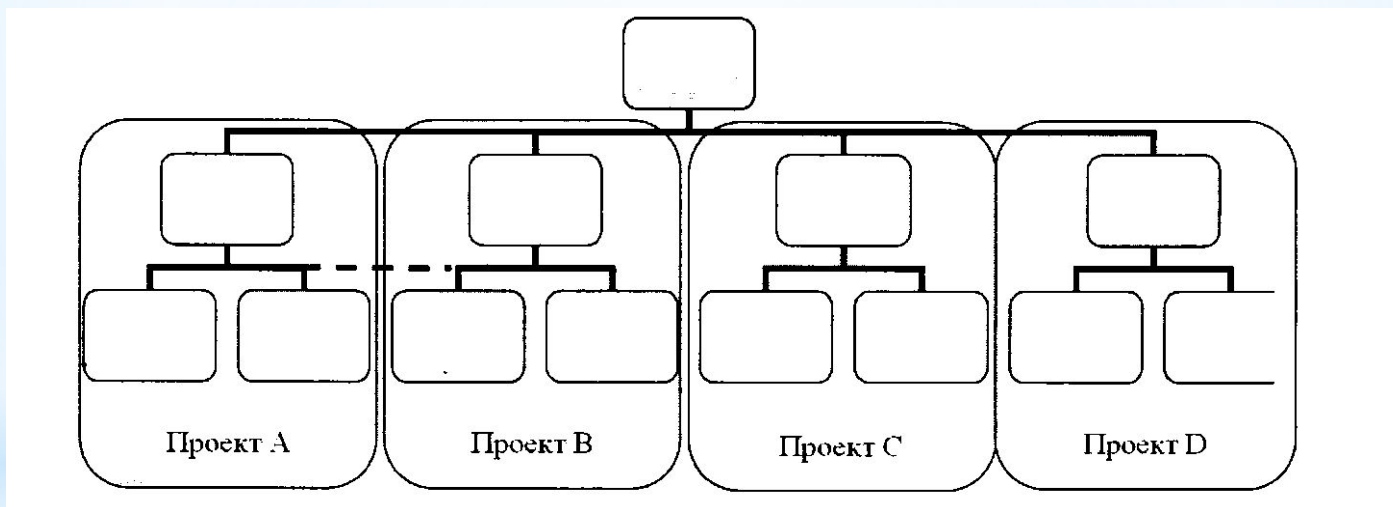

Рис. 6. Схема «всеобщего управления проектами»
3. При такой схеме структура проекта и организационная структура «материнской» организации представляют единое целое и имеют общую систему управления. Ресурсы для проекта и основной деятельности «материнской» организации являются общими и используются совместно. Если деятельность «материнской» организации полностью состоит из деятельности по управлению проектами, то возникает организационная структура всеобщего управления проектами (рис.6.).